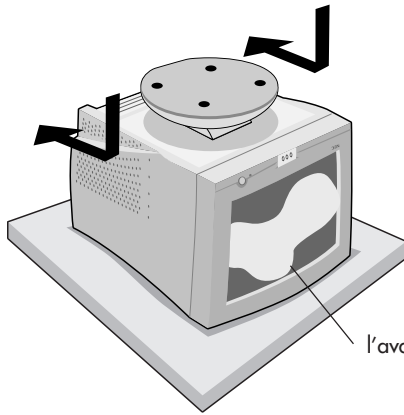

Figure TS.5
2. Appuyez sur le verrou de le socle inclinable/rotatif et glissez le socle inclinable/rotatif vers l'arrière de l'avant du moniteur (**Figure TS.5**).